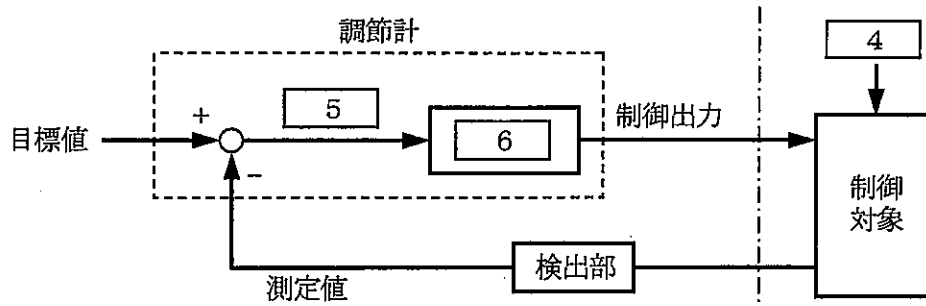

図2
2) 燃烧炉の燃烧制御での温度制御及び流量制御は、それぞれ図2の構成になる。このような構成の制御系では、系が安定しているときに、目標値の変更や制御対象に [4] が与えられると、その影響で目標値と測定値の間に [5] が現れ、[6] はそれをなくす方向に制御出力を変化させる働きをする。このような構成の制御系を [7] 制御系と呼ぶ。